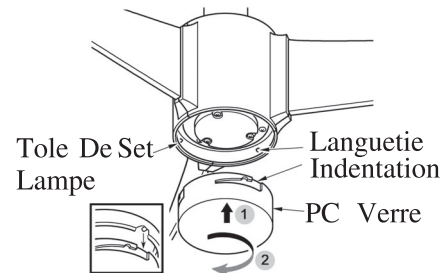

FIG.23
6. Fixez l'abat-jour extérieur en faisant coïncider les languettes du kit d'éclairage avec les rainures de l'abat-jour et tournez dans le sens horaire jusqu'à obtenir un bon serrage. (Voir fig.23)